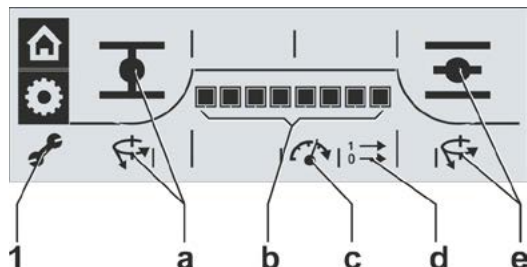

Abb. 4: Parameter ansehen
4. Auswahl bestätigen: Drive Controller drücken. Das Symbol ‚Parameter‘ (Abb. 4, Pos. 1) ist aktiv und es werden automatisch nacheinander die Parameter und ihre Einstellung angezeigt, siehe Abbildung 4: